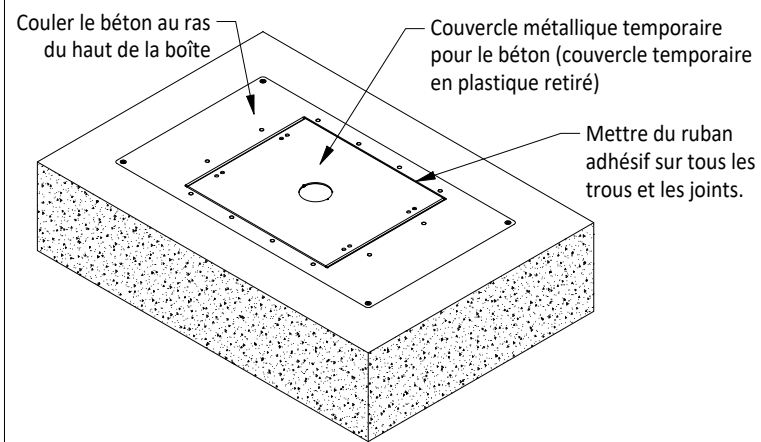
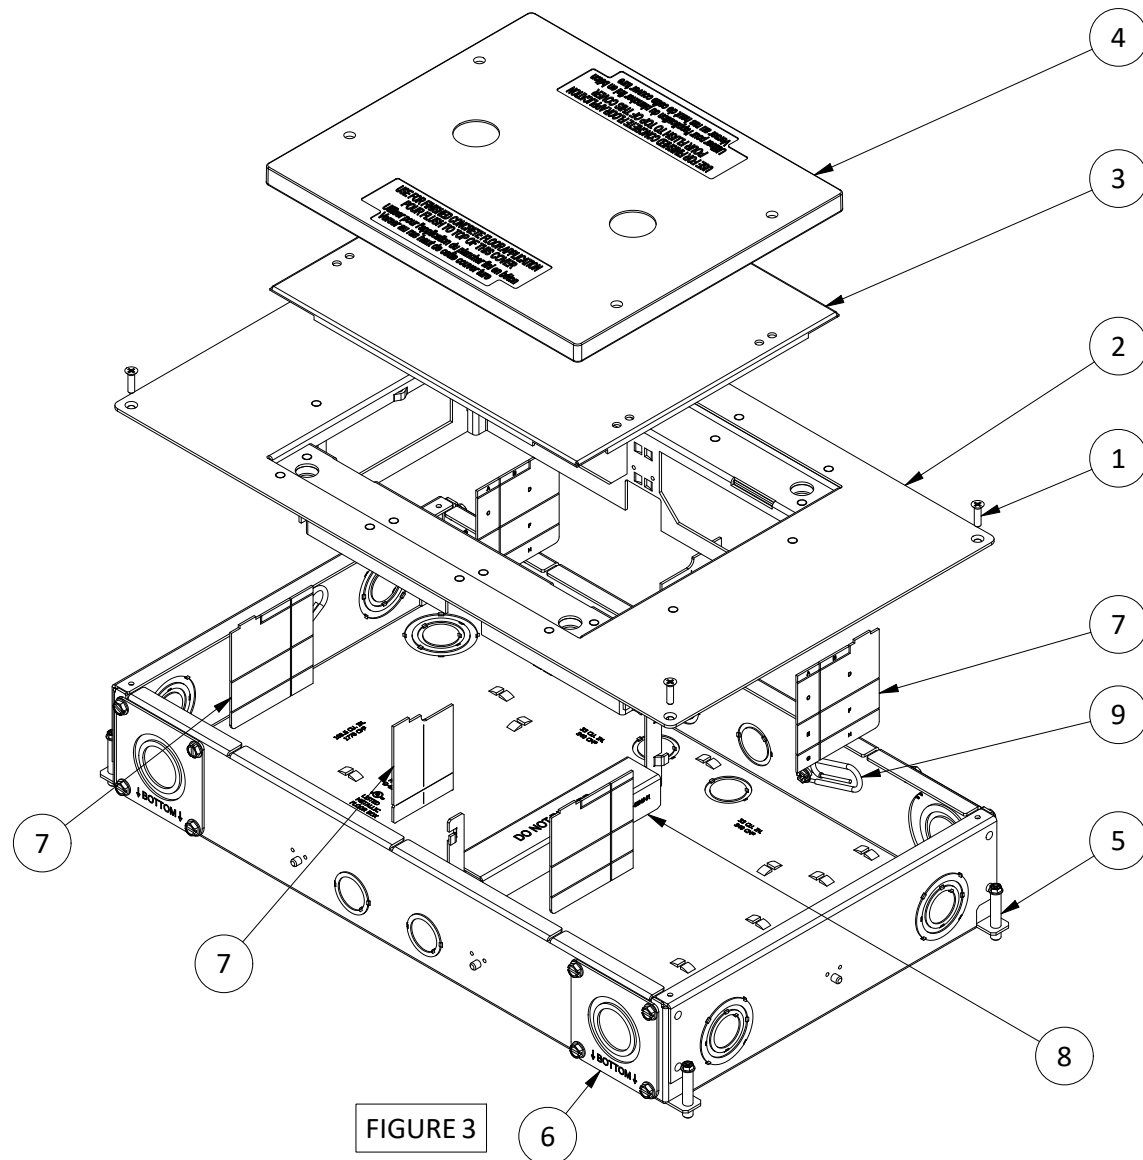

FIGURE 1 - Configuration de pré-coulée sans couvercle de plastique.
FIGURE 3
3. Install leveling screws [5] as shown in Figure 3. Level box as required. Be sure to set height of the top of box or temporary plastic cover to be flush with the finished level of the concrete pour.
**AVANT LA COULÉE DU BÉTON, CONSULTER LES FIGURES 1, 2, 3, A, B, C, D, E et F.**
Consulter les Figures 1 ou 2 pour la configuration des couvercles pour béton. Pour le montage des rebords de types AFFLEURANT ou À PLAT, consulter les Figures A, B, C, D, E et F.
- Monter les vis de mise à niveau [5] indiquées à la Figure 3. Mettre la boîte à niveau au besoin. S'assurer de régler la hauteur au sommet de la boîte ou du couvercle temporaire en plastique pour qu'elle soit au même niveau que celle du béton après la coulée.
- Pour l'alimentation de traversée du même côté, retirer les cloisons non-métalliques (7) basse tension au besoin.
- Utiliser du ruban adhésif ou autre pour sceller tous les joints et ouvertures à l'extérieur de la boîte. Consulter les Figures 1 et 2.